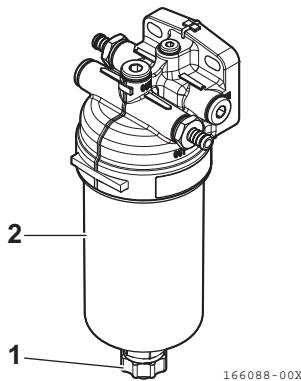

Figure 12
2. Retirez le bouchon de vidange (Figure 12, (1)).
3. Retirez le couvercle du filtre (Figure 12, (2)) à l'aide d'une clé (clé surplats) : 30).